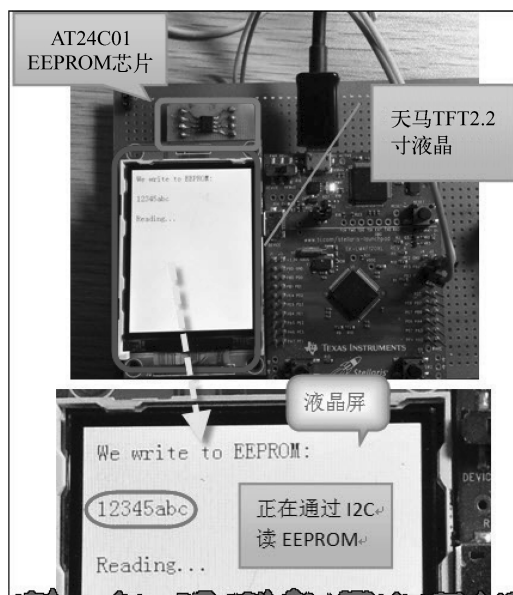

图 8-14 在断点（读 EEPROM 函数处）的运行结果
- ③ 单击运行按钮，在断点处的运行结果如图 8-14 所示。